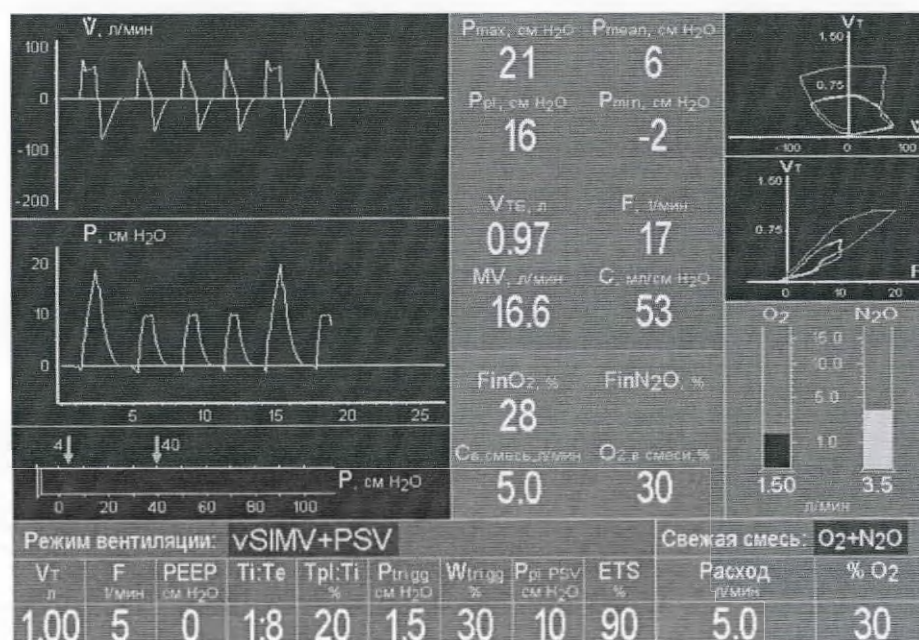

Рисунок 30 – Пример индикации на экране интегрированного монитора в режиме vSIMV+PSV
- режим vSIMV+PSV – формирование аппаратных вдохов с управлением по объему и поддержкой самостоятельных вдохов пациента в режиме PSV (см. рис. 30).